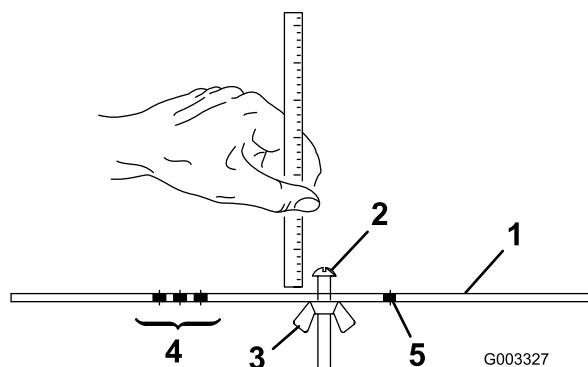

Figura 16
- 2. Desaperte a porca da barra indicadora (Figura 16) e regule o parafuso de ajuste para a altura de corte desejada. A distância entre a parte inferior da cabeça do parafuso e a face da barra indicadora é a altura de corte.